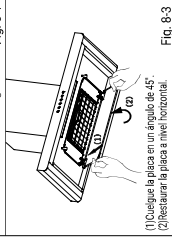

Fig. 8-3
4. Cuelgue la placa hacia arriba y adelante en un ángulo de 45 grados, restablezca la placa al nivel horizontal. (Fig.8-3)